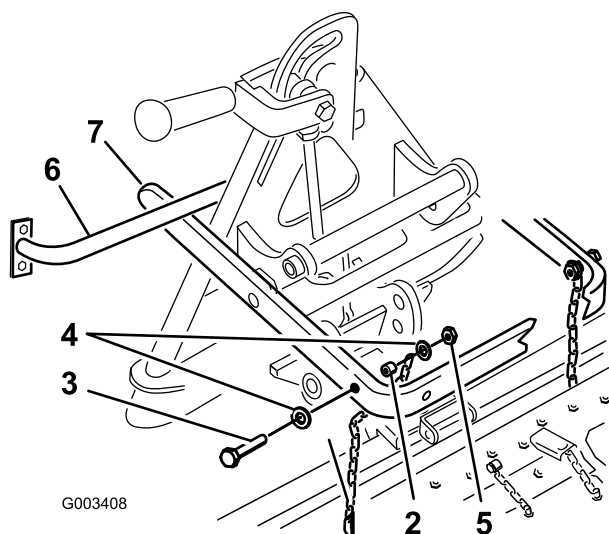

Figura 6
Importante: Il braccio lungo del gruppo del braccio di sollevamento deve essere sotto il gruppo del telaio posteriore del trattore (Figura 6).
Sollevate e spostate sempre l'accessorio per mezzo della maniglia prevista sul retro dell'adattatore per accessori (Figura 6).
5. Fissare la connessione superiore di ogni catena all'interno del braccio di sollevamento utilizzando un bullone (3/8 x 2-1/2 poll.), 2 rondelle (3/8 x 7/8 poll.), un distanziale e un dado di bloccaggio (3/8 pollice) (Figura 6).